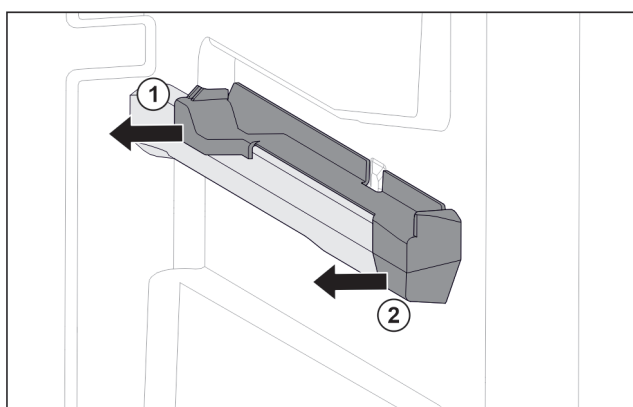

Fig. 93 Insteekelament op rechter containerrib
- Insteekelament achter naar de zijkant toe eraf trekken. Fig. 93 (1)
- Insteekelament voor naar de zijkant toe eraf trekken. Fig. 93 (2)